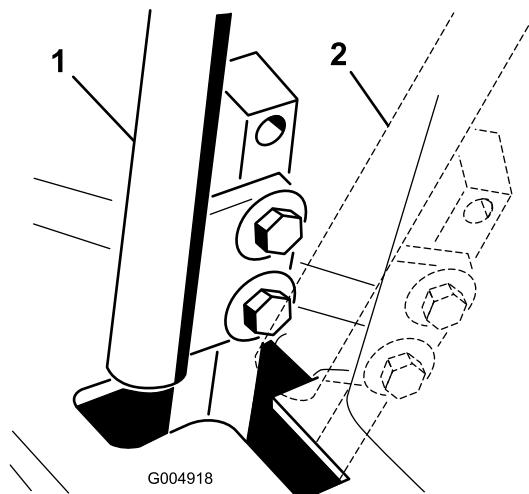

図 64
- レバーのうちの1本をニュートラル位置にセットするがロックはしない(図 64)。
6. コントロールレバーと、コンソールのノッチとの位置関係を見る(図 64)。レバーがノッチの中心に整列しており、レバーを外側に倒せばニュートラル固定位置にセットされる状態であれば適切である。